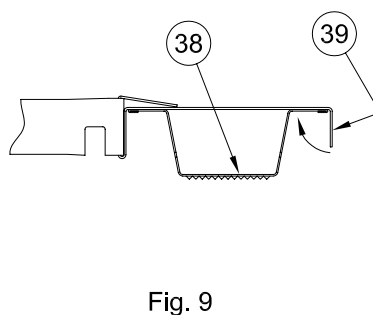

Fig. 9
2. Lift Luminaire (30) to position Furring Channel Brackets over Furring Channels (38) and secure in place by bending Tabs (39) over as shown in Fig. 9.
2. Suba el aparato de luz (30) para posicionar los soportes para travesaños sobre los travesaños (38) y doble las lengüetas (39) como se muestra en la Fig. 9 para asegurar su posición.
2. Soulevez le dispositif d'éclairage (30) pour situer les supports à lambourdes sur les lambourdes (38) et serrez en place en appuyant sur les languettes (39) comme l'indique Fig. 9.